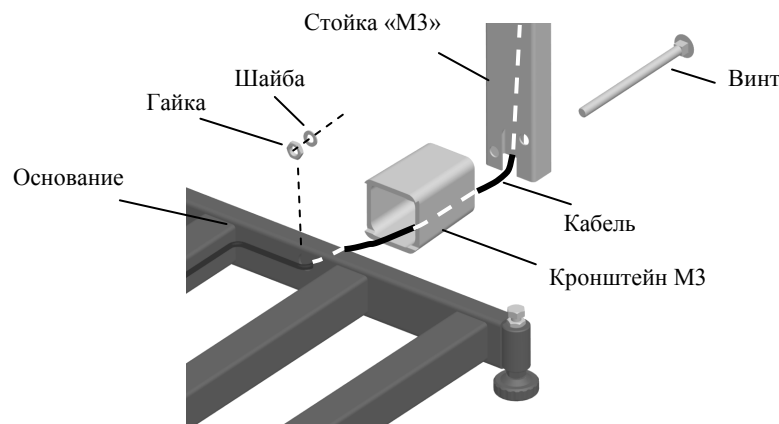

Рис. 5.3 - Крепление прямоугольной стойки к модулю ТВ-М\_
- Протянуть кабель через кронштейн и стойку (Рис. 5.3).